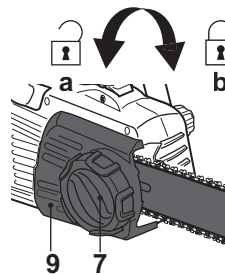

Fig. 5
- > Remettez le couvercle [9] en place et serrez légèrement la molette de verrouillage [7] (Fig. 5, b). Ne serrez pas la molette à fond: la chaîne doit être tendue au préalable.